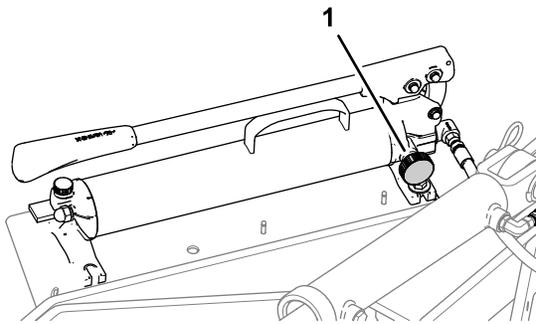

图21
1. 关闭液压手泵底座处的阀门图21回拉泵手柄直至锁销在锁杆支架内旋转。
6. 关闭液压手动泵的阀门图21回拉泵手柄将打孔机提升到行驶位置。